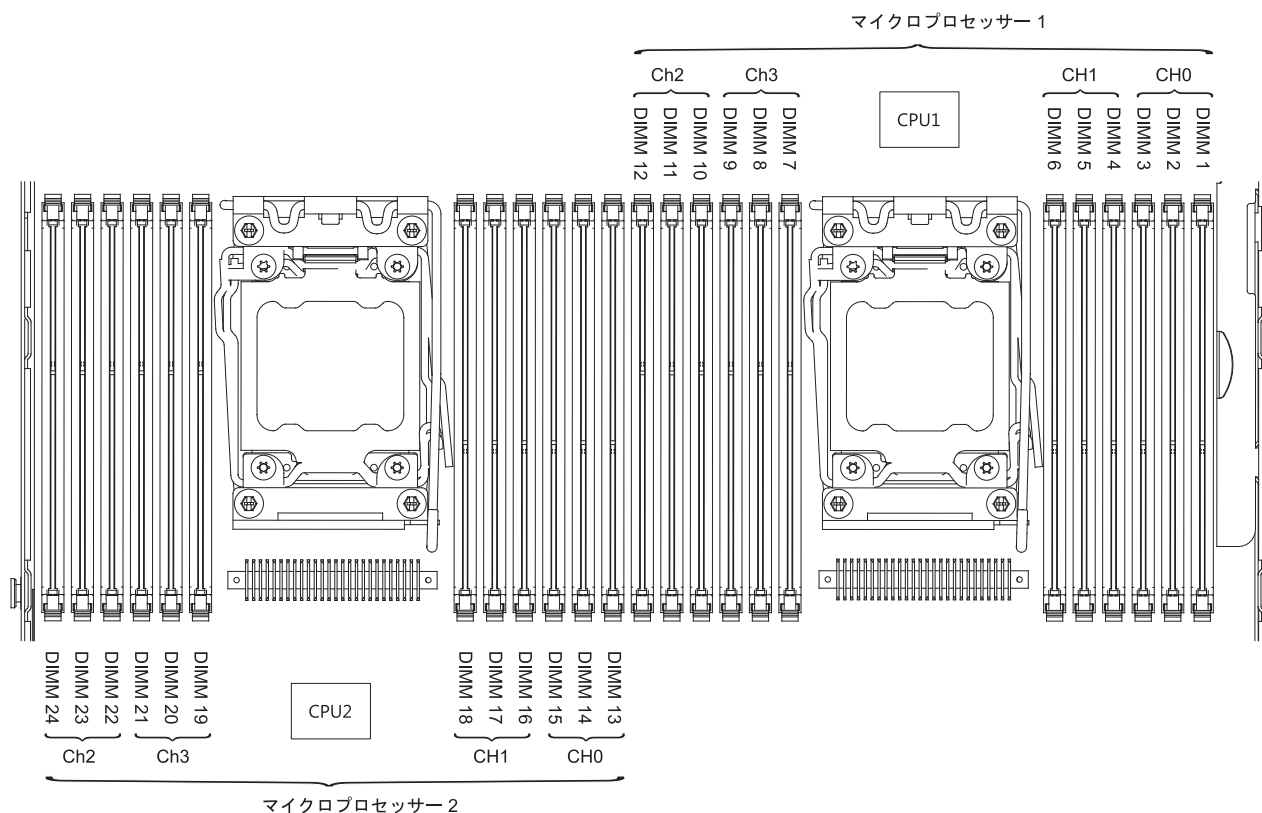

図 76. システム・ボード上の DIMM コネクタの位置
- SAN ボリューム・コントローラー 2145-DH8 ノードでは、DIMM スロット 1、4、9、および 12 に取り付けられた 4 つのモジュール (2 つ目のプロセッサが取り付けられている場合は、さらにスロット 13、16、21、および 24 に取り付けられた 4 つのモジュール) を使用します (94 ページの図 76 を参